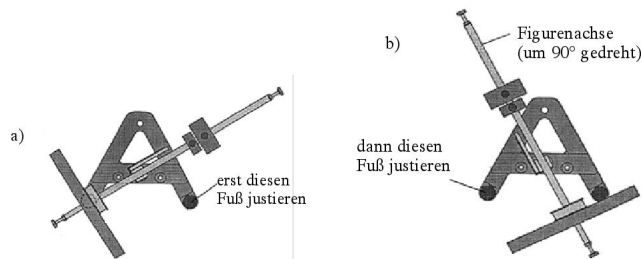

Abbildung 6: Justierung
2. Positionieren Sie den Kreisel wie in Abb. 6 a) und justieren Sie den gezeigten Schraubfuß, so dass die Figurenachse sich nicht wegbewegt.
3. Positionieren Sie nun den Kreisel wie in Abb. 6 b) und justieren Sie den anderen Schraubfuß solange, bis der Kreisel in dieser Stellung stehen bleibt.